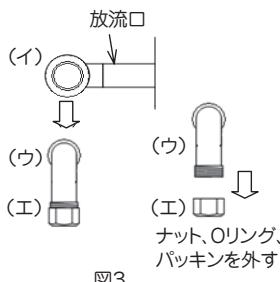
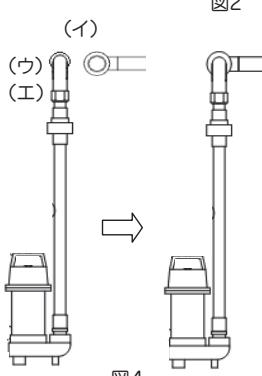

図3
図4
※内部のOリングが落下しないように注意して作業を行ってください。(図3)
- (エ)ナット部を外して(図3)、(エ)(ウ)部を排水管に順に仮止めします。(図4)
- ポンプをポンプ槽内におろし(イ)部へ接続します。(図4)